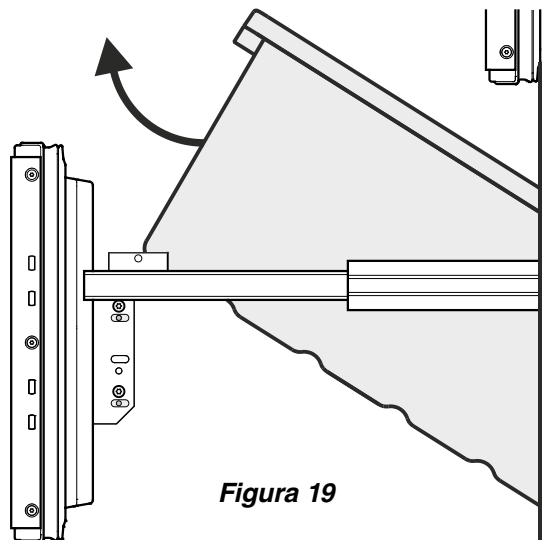

Figura 19
- Incline el recipiente y retírelo - **Figura 19**.